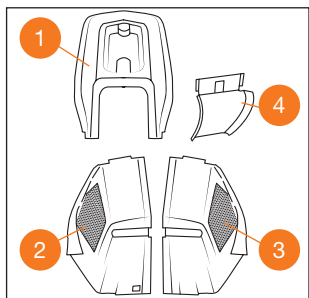

Рис. 9
1. Соедините две половины **2-3** нижней части травосборника, совместите посадочные места и защелкните их фиксатором, установите верхнюю крышку травосборника **1** на нижнюю часть и защелкните её фиксаторами (Рис. 9).
- Установите щиток **4** с внутренней стороны в направляющие нижней части травосборника и защёлкните его фиксаторами (Рис. 9).